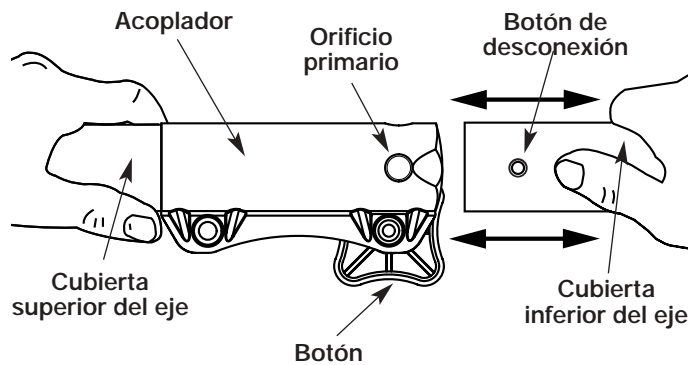

Fig. 2
3. Mientras sostiene con firmeza el bastidor del eje superior, tire del accesorio de cultivador de jardín hacia afuera del acoplador (Fig. 2).
3. Mientras sostiene el accesorio con firmeza, empújelo en línea recta en el acoplador (Fig. 2).